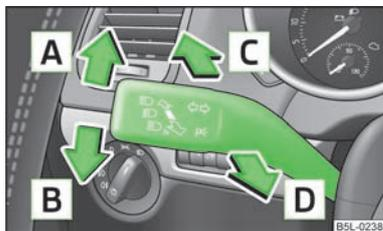

Fig. 29
- Poussez la manette vers le bas » fig. 29 ou vers le haut .